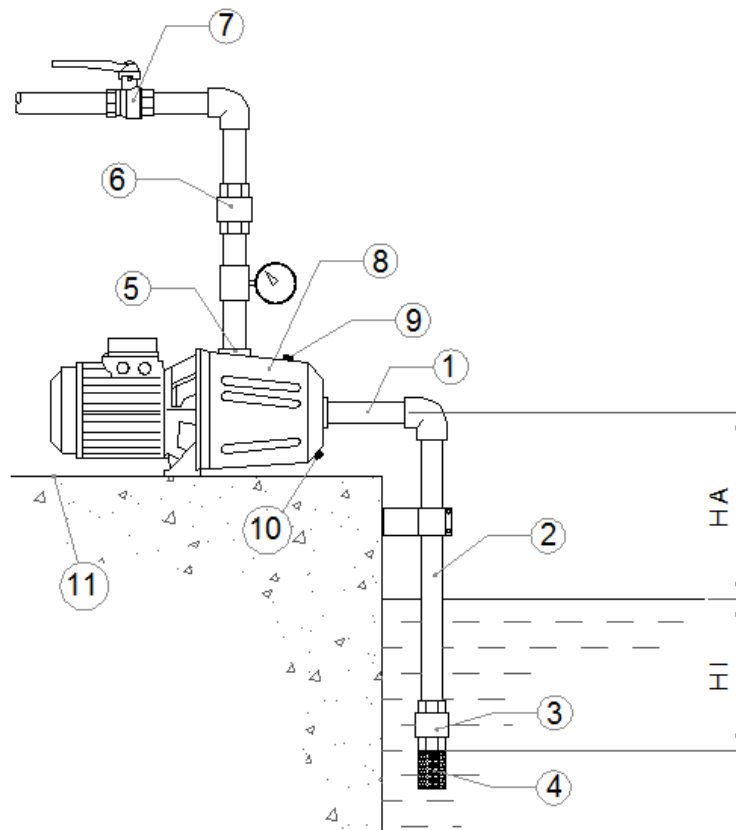

Рис.1. Пример установки насоса.
Диаметр всасывающего трубопровода (рис.1.,поз.2) должен соответствовать диаметру всасывающего патрубка (1). В случае, если высота (НА) более 4 метров, выберите трубу большего диаметра. Обеспечьте герметичность на всех соединениях всасывающего трубопровода. Во избежание завоздушивания всасывающего трубопровода разрешена установка не более одного 90° колена. Во избежание образования воздушного вихря вокруг погруженного в воду всасывающего трубопровода обеспечьте глубину погружения патрубка Н1 не менее 50 см (рис.1). Для избежания вытекания воды из подающего трубопровода, на конце трубопровода установите обратный клапан (3) с сетчатым фильтром (4). Для снижения потерь давления на выходе, диаметр напорного трубопровода должен соответствовать диаметру напорного патрубка (5). Для избежания возможных гидроударов и их негативного воздействия на насос, рекомендуется установить за насосом дополнительный обратный клапан (6) и шаровый кран с разборным соединением (7). Всасывающий и напорный трубопроводы следует устанавливать так, чтобы их вес не влиял на работу и устойчивость насоса. Трубопроводы должны следовать по кратчайшему пути, включая минимальное количество поворотов. Насос должен быть установлен на жестко фиксированную опору (11). Для уменьшения вибрации установки, рекомендуется произвести
До подачи напряжения на двигатель насоса необходимо, заполнить насос и всасывающий трубопровод водой (рис.1, поз. 2) через заправочное отверстие (рис.1, поз. 9), проверить нет ли утечки, если такая имеется – устранить, закрывать пробкой заправочное отверстие, Включить насос подав на него напряжение.